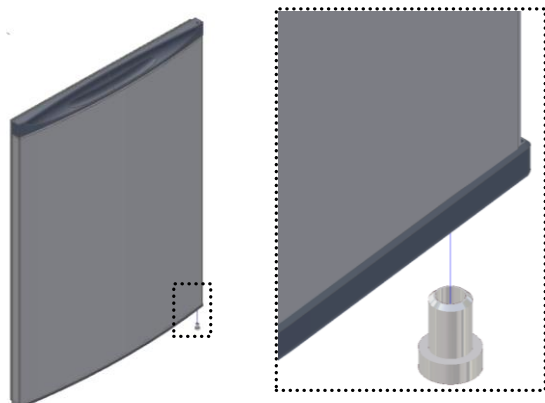

Fig. 7
- Placer **le manchon** dans la partie inférieure des portes (fig. 7);